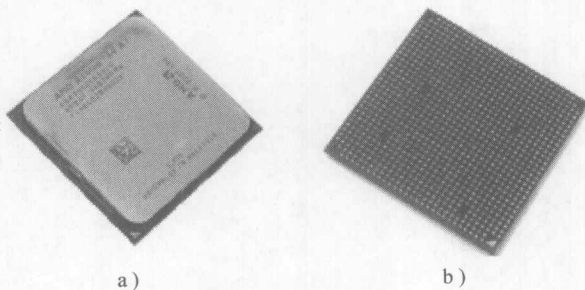

图 2-3 AMD Athlon64 AM2 CPU 的外形
2. AMD CPU 以适用于台式机的 CPU 为例进行介绍，其外形如图 2-3 所示。